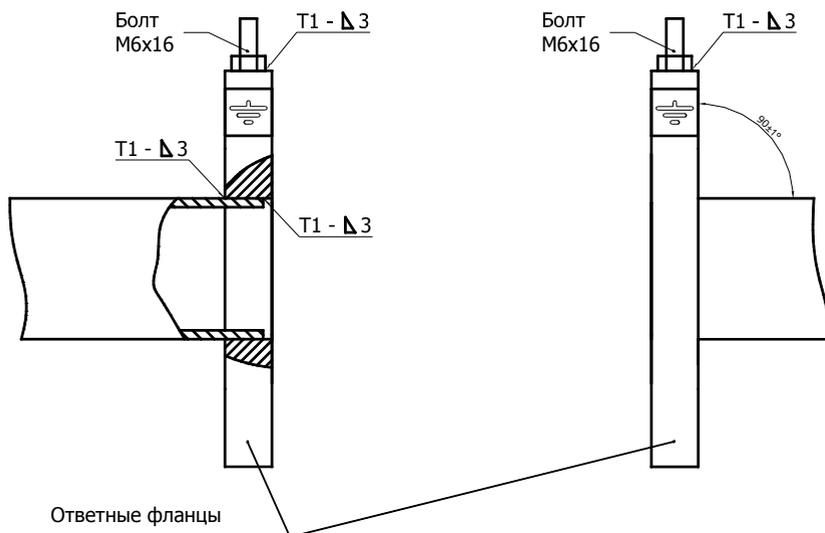

Рис. 8.5
8.3.4 К прямолинейным участкам трубопровода приварить фланцы в соответствии с ГОСТ12820-80, при этом угол между осью трубопровода и плоскостью фланца должен быть  $90\pm 1^\circ$ . Фланцы следует приваривать таким образом, чтобы после установки расходомера (ППР) ось электродов ППР лежала в горизонтальной плоскости (допустимое отклонение от линии горизонта  $\pm 10^\circ$ ). При монтаже ответных фланцев необходимо приварить болт заземления к верхней части монтируемого фланца (см. рис. 8.5).
**ВНИМАНИЕ!!!** На датчики расхода, монтаж которых выполнен с нарушением требований ГОСТ 12820-80 (соединение труба-фланец), гарантийные обязательства не распространяются (см. рис. 8.5а).
Рис.8.5а